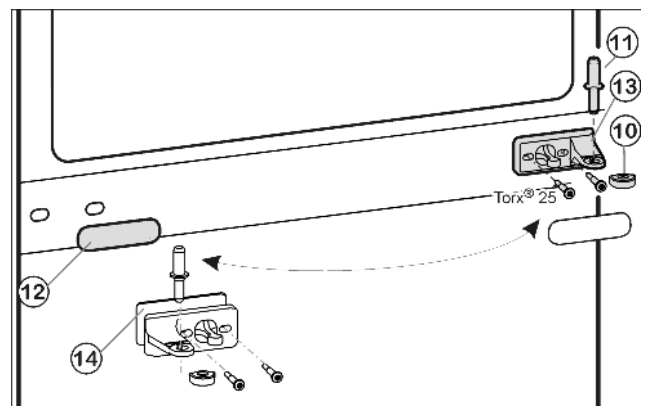
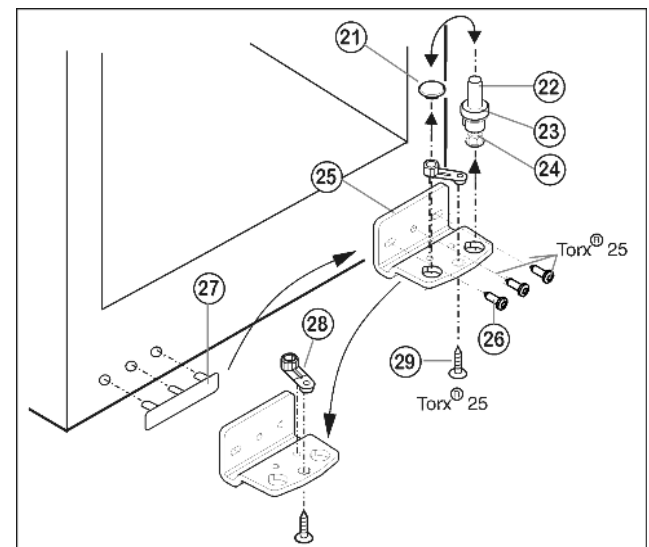

Fig. 5
Fig. 6
- ▶ Estrarre il perno di supporto centrale Fig. 5 (11) dal blocco di supporto e dalla porta inferiore.
- ▶ Staccare il coperchio di plastica Fig. 5 (10).
- ▶ Svitare il blocco di supporto centrale Fig. 5 (13) (2 x Torx® 25).
- ▶ Staccare il pannello di copertura Fig. 5 (12) facendo attenzione.
- ▶ Avvitare il blocco di supporto centrale Fig. 5 (13) con spessore Fig. 5 (14) ruotato di 180° sul nuovo lato cerniera saldamente a 4 Nm.
- ▶ Innestare nuovamente la copertura Fig. 5 (12) ruotata di 180° sul nuovo lato impugnatura.
- ▶ Togliere completamente il perno di supporto Fig. 6 (22) con l'ospessore Fig. 6 (23) e il piedino di regolazione Fig. 6 (24), estrarre tirando verso l'alto.
- ▶ Togliere il tappo Fig. 6 (21).
- ▶ Svitare il blocco di supporto Fig. 6 (25).
- ▶ Svitare l'elemento di supporto Fig. 6 (28) e spostarlo Fig. 6 (29) nel foro di alloggiamento opposto, serrarlo nuovamente.
- ▶ Staccare la copertura lato maniglia Fig. 6 (27) facendo attenzione e spostarla sul lato opposto.
- ▶ Fissare nuovamente il blocco di supporto Fig. 6 (25) sul nuovo lato cerniere, eventualmente servendosi di un avvitatore a batteria (a 4 Nm) a 4 Nm.
- ▶ Inserire nuovamente il tappo Fig. 6 (21) nell'altro foro.
- ▶ Inserire nuovamente il perno di supporto Fig. 6 (22), con lo spessore e il piedino di regolazione. Prestare attenzione in modo l'arresto sia rivolto verso il dietro.
- ▶ Appoggiare la porta inferiore dall'alto sul perno di supporto in basso Fig. 6 (22).
- ▶ Applicare nuovamente il coperchio di plastica Fig. 5 (10) sul blocco di supporto centrale Fig. 5 (13).
- ▶ Inserire il perno di supporto centrale Fig. 5 (11) sul nuovo lato cerniera attraverso il blocco di supporto centrale Fig. 5 (13) nella porta inferiore.
- ▶ Mettere la porta superiore sul perno di supporto centrale Fig. 5 (11).
- ▶ Eventualmente allineare le porte sopra le due asole nel blocco di supporto in basso Fig. 6 (25) e nel blocco di supporto al centro Fig. 5 (13) a filo con l'involucro dell'apparecchio. Svitare la vite centrale nel blocco di supporto in basso Fig. 6 (25).